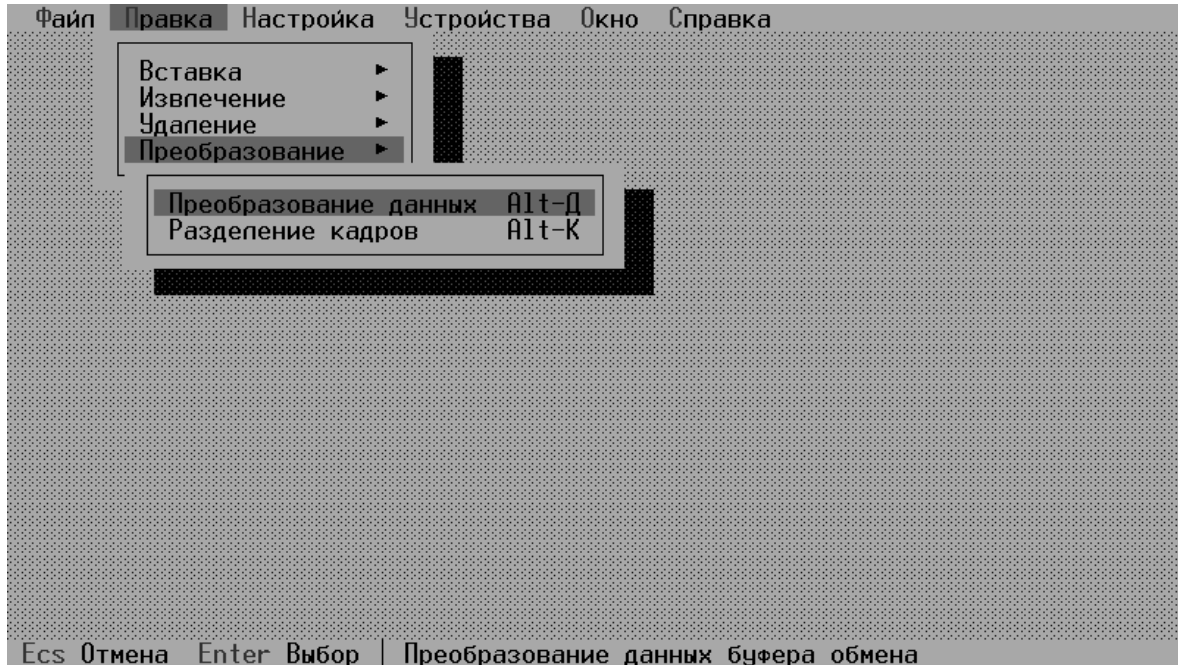

Рис. 9. Меню **Правка** программы (подменю **Преобразование**).
- преобразовать данные двоичного файла (опция **Преобразование/Преобразование данных** или комбинация кнопок клавиатуры <Alt-Д> см. рис.9), при этом в редактируемом в текущий момент времени двоичном файле производится контроль и установка битов четности, удаляются неиспользуемые символы ('CR'- возврат каретки и т.д.), а также контроль последнего символа конца кадра ('LF') и завершающего символа перемотки ленты назад (реверс) в программе, если данные режимы разрешены в параметрах программы (см. Меню **Настройка**). Эта операция позволяет использовать текстовые файлы программ, набранные в каком-либо текстовом редакторе. Следует отметить, что при вставке файла в проект командой меню **Вставка/Вставка файла** преобразование данных производится автоматически;